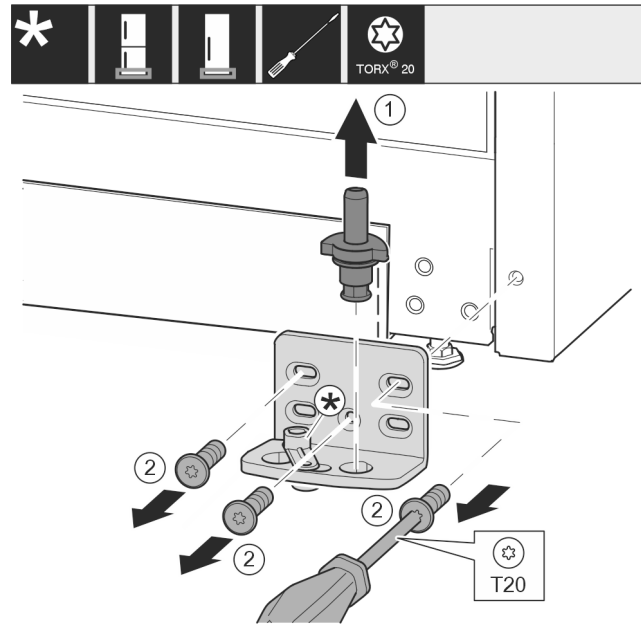

Fig. 12
- ▶ Vytiahnite ložiskový čap Fig. 12 (1) úplne nahor.
- ▶ Vyskrutkujte skrutky Fig. 12 (2) skrutkovačom a odnímite ložiskovú konzolu.